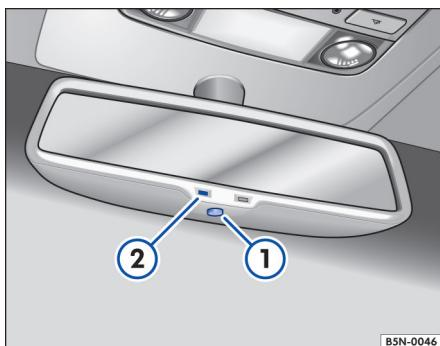

图 80 自动防眩车内后视镜
⇒ 图 80 打开和关闭。在自动防眩功能已打开的情况下，指示灯 ② 亮起。